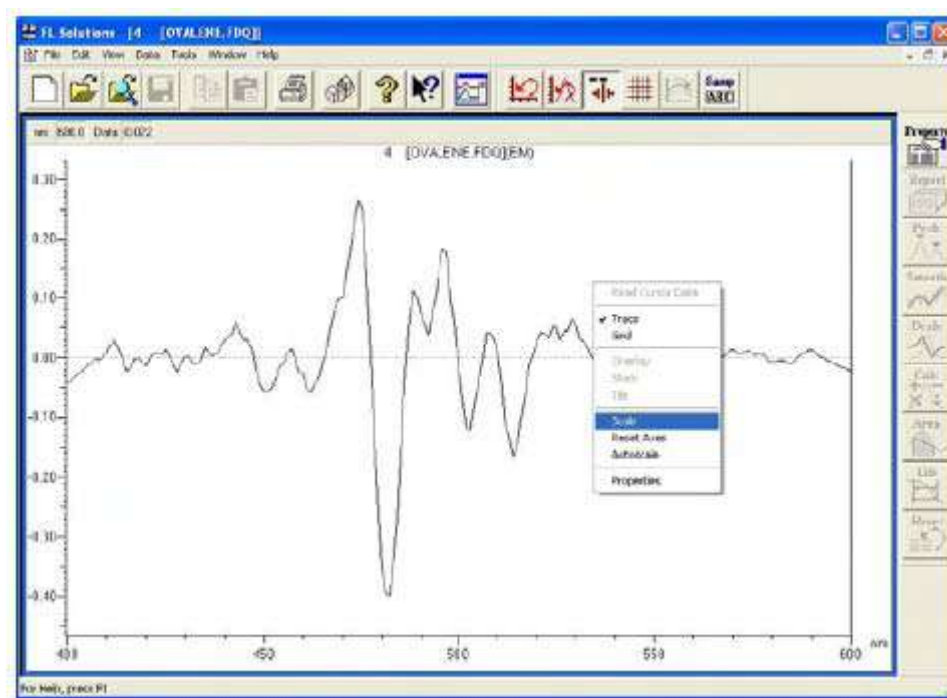

Рис. 7-63
- (3) Нажмите кнопку «Загрузка спектра из количественных данных». Откроется окно, показанное на рис. 7-63. (Или из меню «Данные» выберите команду «Загрузка спектра из количественных данных».)